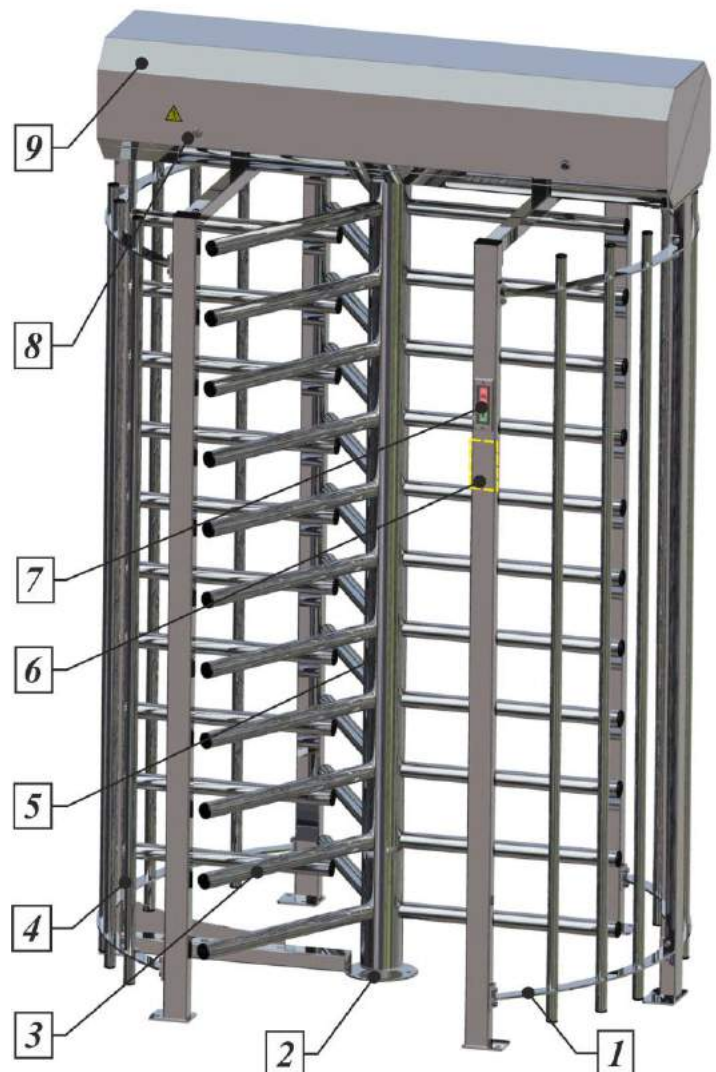

Рис. 2 – Конструкция и общий вид серии турникетов «Sesame» АЮИА.425
1.4.1.1. Конструкция (см. рисунок 2) состоит из стенки ограждения **1**, стенки прохода **8** и ротора **7**. Верхней стяжкой конструкции является контейнер **5**, внутри которого установлен механизм управления турникета, электрооборудование (блок питания и управления, контроллеры, аккумулятор*, система обогрева* (в стандартный комплект поставки не входит) и др.).